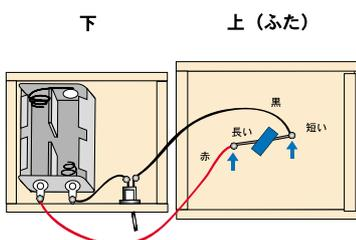
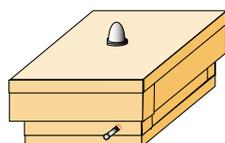

図4
図5
(4) 図4のように配線し, 電池ボックスを入れて, スイッチを固定する。(図4)(図5)